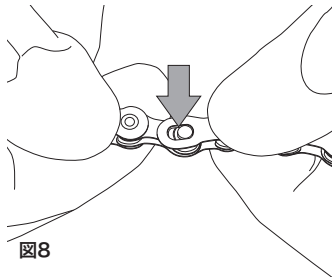

図8
- C-リング™ の穴の内側の、大きくなっている側に左右のピンを差し込みます (図8)。